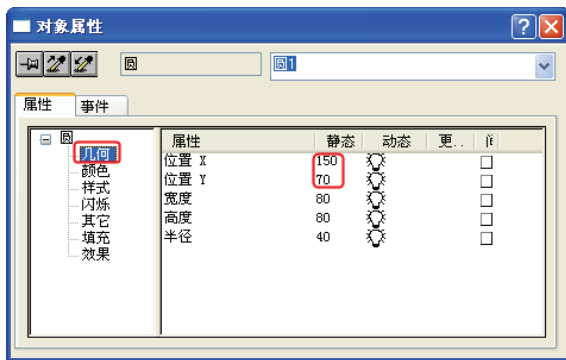

图 5-14 “对象属性”对话框
1) 选中圆, 单击鼠标右键, 弹出快捷菜单, 单击“属性”命令, 弹出“对象属性”对话框, 如图 5-14 所示。